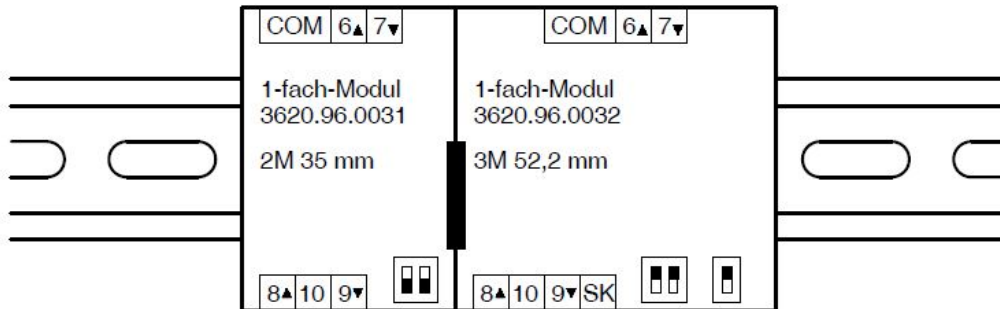

Bild 4
4.2.3. Anschluss von unterschiedlichen 1-fach-Modulen Bild 4